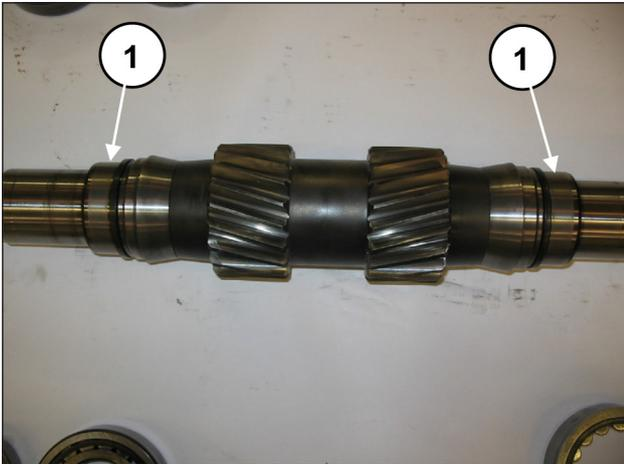

Fig. 52
Prémontar l'arbre PTO : insérer sur l'arbre PTO les 2 bagues intérieures des coussinets (une de chaque côté) (rep. ①, Fig. 52).